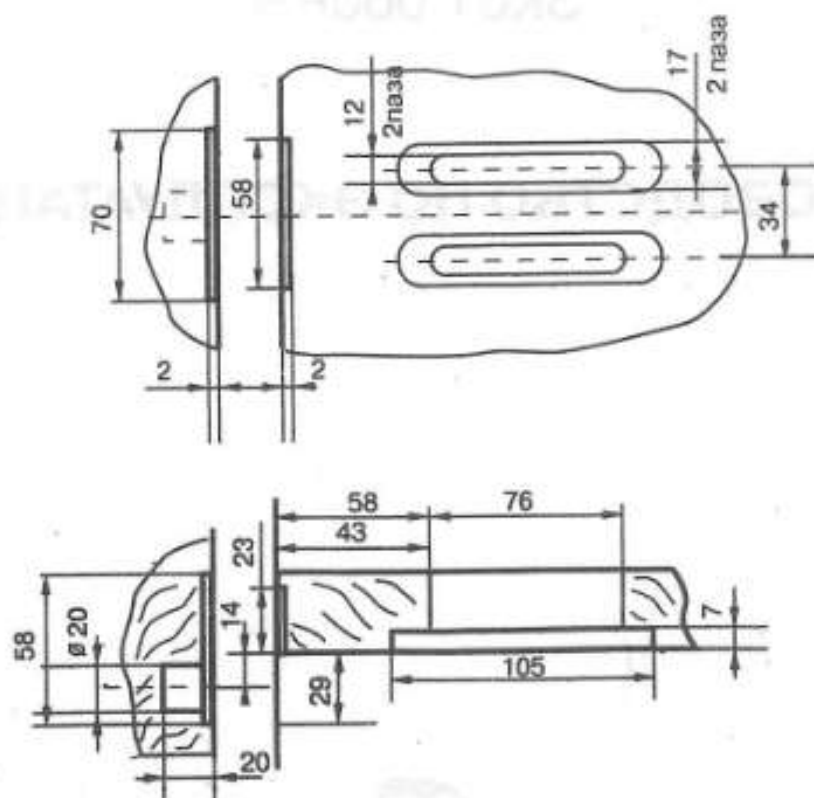

Рис. 2
5.2. Произвести разметку и выполнить на полотне двери выборку и пазы, а в дверной коробке выборку и отверстие под засов-защелку, как показано на рис.2.